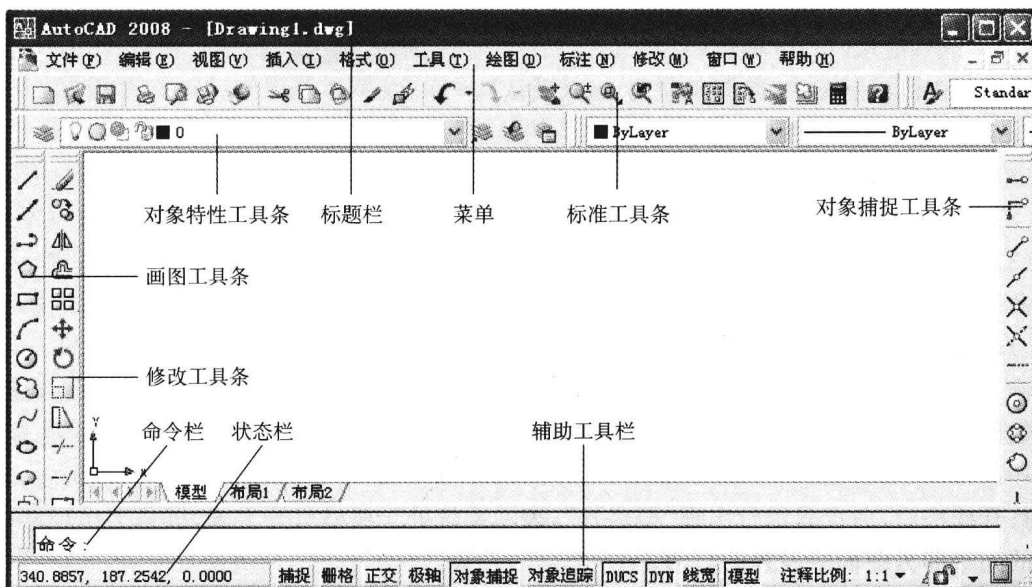

图 1-2 AutoCAD2008 操作界面
(2) 打开 AutoCAD 后,出现如图 1-2 所示界面,进入 AutoCAD2008 操作系统。
用前面所述方法打开 AutoCAD 后,出现如图 1-2 所示的界面,中间的空白区域为作图窗口,是绘图区域。窗口中其他内容均在图 1-2 中说明,在此不再详述。工具条可在窗口中随意拖动,一般情况下,标准工具条和对象特性工具条放置在绘图区域上方,绘图工具条和修改工具条放置在绘图区域左侧,对象捕捉等工具条放置在绘图区域右侧。